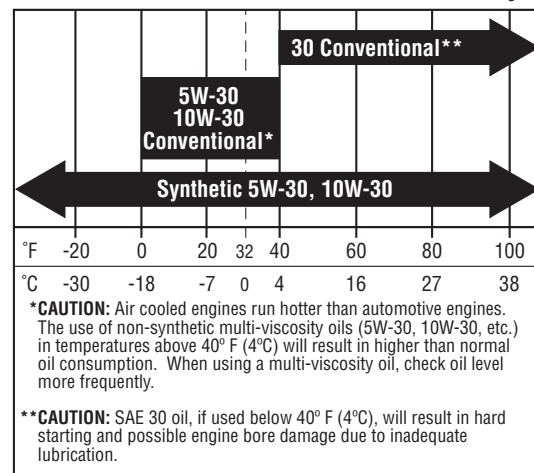

Abbildung 25. Empfohlenes Motoröl (Briggs & Stratton-Modelle)
5. Ölmessstab heraus ziehen und Ölstand ablesen. Ölstand muss zwischen den Markierungen FULL (Voll) und ADD (Nachfüllen) (D) liegen. Andernfalls Öl bis zum empfohlenen Füllstand nachfüllen (Abbildung 25).